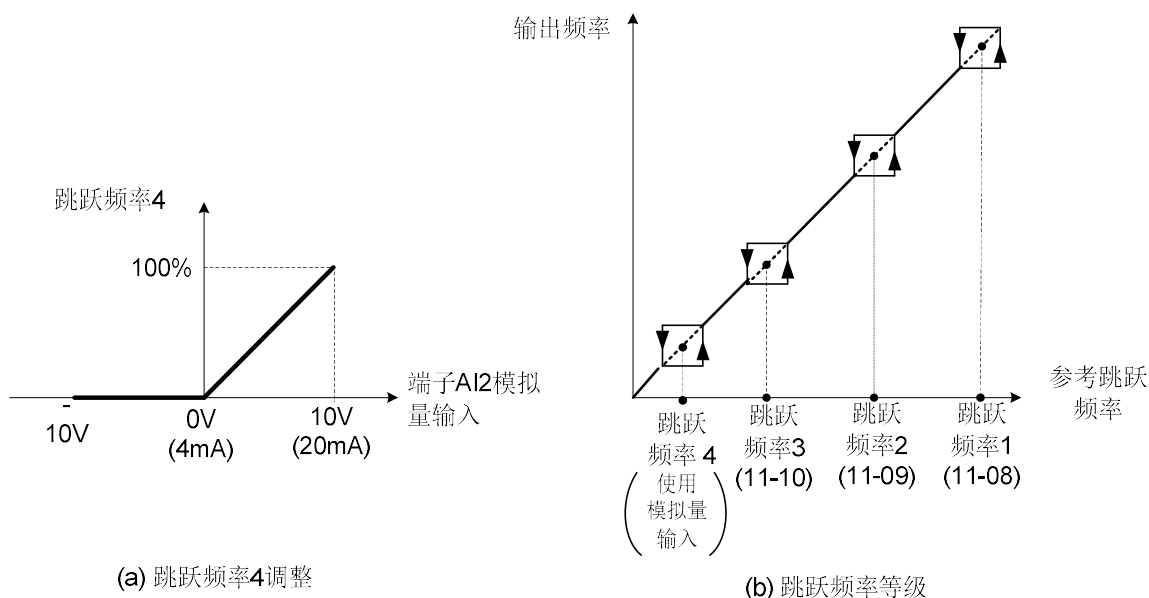

图4.3.45 跳跃频率4设定操作
(10) 跳跃频率4 (设定 = 9)。
- 当设定11-08至11-10为0.0Hz，则跳跃频率功能关闭。参照下图4.3.45。